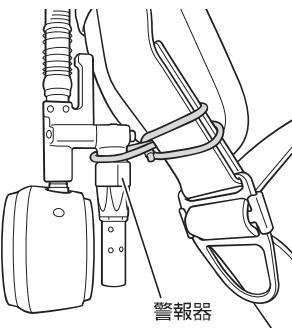
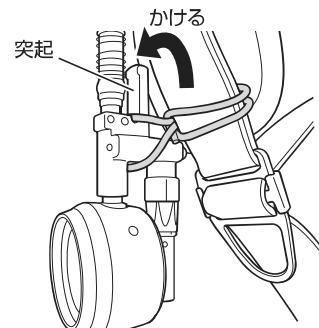

図 72 警報器にかける
図 73 突起にかける
3. ゴムバンドを警報器および突起に取り付ける。(図 72、図 73 参照)
・図72、図73の警報器および突起への取